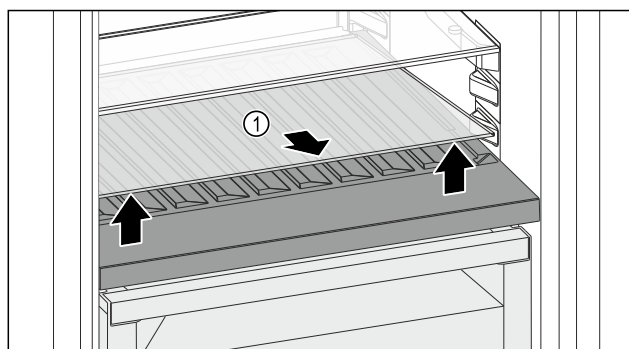

Fig. 116
- Sollevare il ripiano di vetro Fig. 116 (1) dall'incavo anteriore e rimuoverlo.
- Conservare il ripiano di vetro *Fig. 116 (1)* fuori dall'apparecchio in un luogo sicuro.